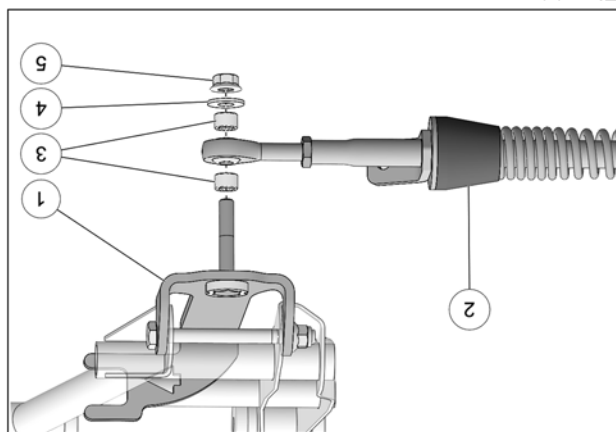

Fig. 11
10. Fixer le bras stabilisateur (2) à l'ancrage de suspension (1) à l'aide des espaceurs (3), de la rondelle (4) et de l'écrou autobloquant (5). Serrer à un couple de 70 N•m [52 lb•pi]. Voir la Fig. 11